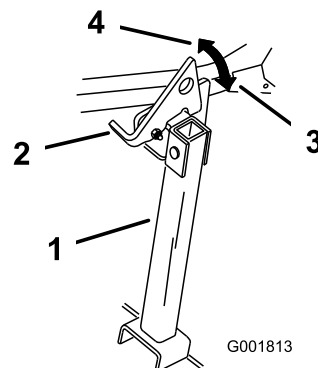

Figure 44
- Relevez le verrou en position déverrouillée (Figure 44).